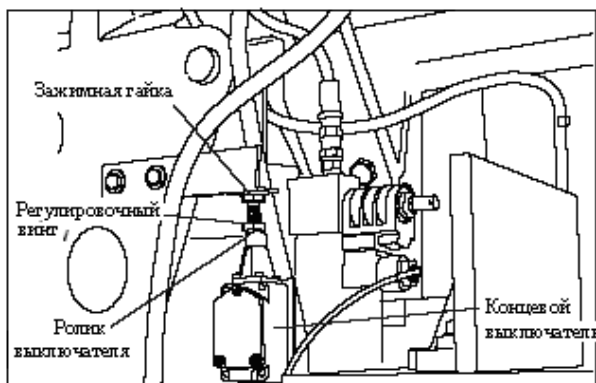

Рисунок 15: Регулировка концевой выключателя
2. Чтобы установить концевой выключатель, ослабьте зажимную гайку на ограничителе концевой выключателя (рисунок 15).